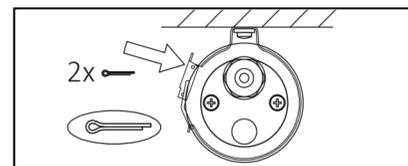
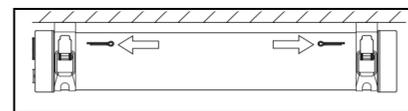

Рис. 3
Рис. 4
**Внимание!** Для надежной фиксации осветительного прибора необходимо использовать шпильки, которые входят в комплект поставки (рис.3). Для жесткой фиксации положения скобы шпильки необходимо установить в боковые отверстия в замках на скобах (рис. 4).